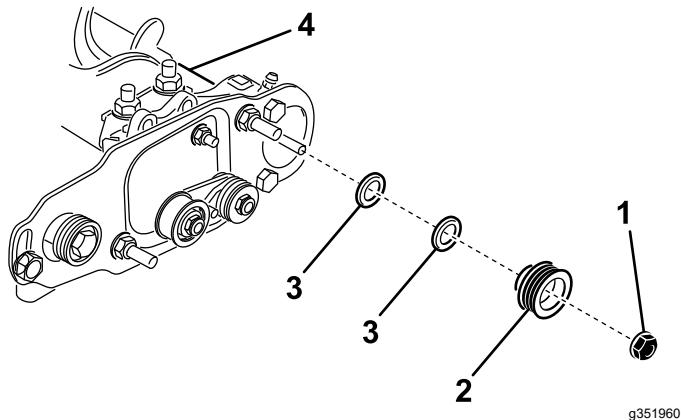

Figura 40
4. Retire la polea arrastrada del eje (Figura 40).
5. Para desplazar la polea hacia fuera, añada un espaciador de 0,8 mm de grosor (Figura 40).